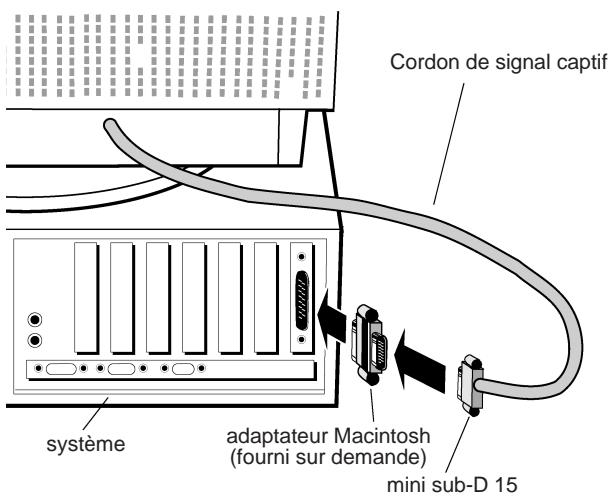

Figure B.1
- Sur Mac:** Connectez l'adaptateur Macintosh de votre MultiSync A500+ ou MultiSync A700+ (fourni sur demande) sur le connecteur vidéo du Macintosh (figure B.1). Connectez la prise sub-D 15 du câble vidéo sur l'adaptateur. (figure B.1) Bloquez les vis de fixations.